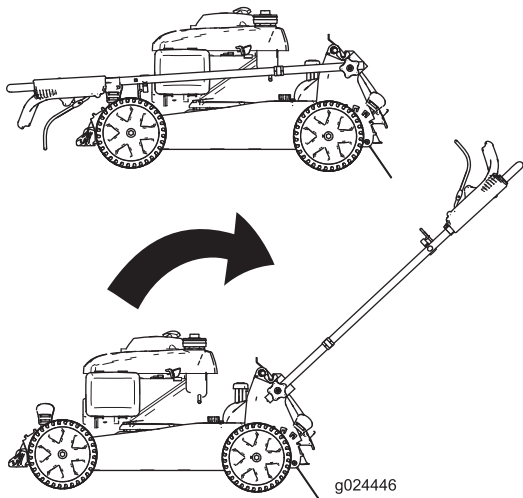

Figura 4
- Mueva el manillar a la posición de operación (Figura 4).